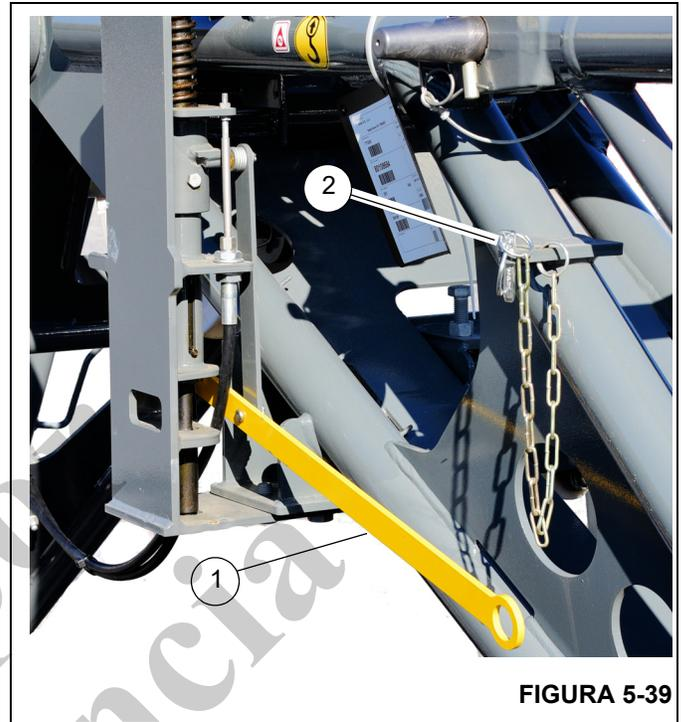

FIGURA 5-39
9. Retire el pasador (2, Figura 5-39) y desbloquee el mango del mecanismo de interbloqueo del pasador (1). Baje el mango (1) para bloquear los pasadores de instalación de la extensión de la pluma.